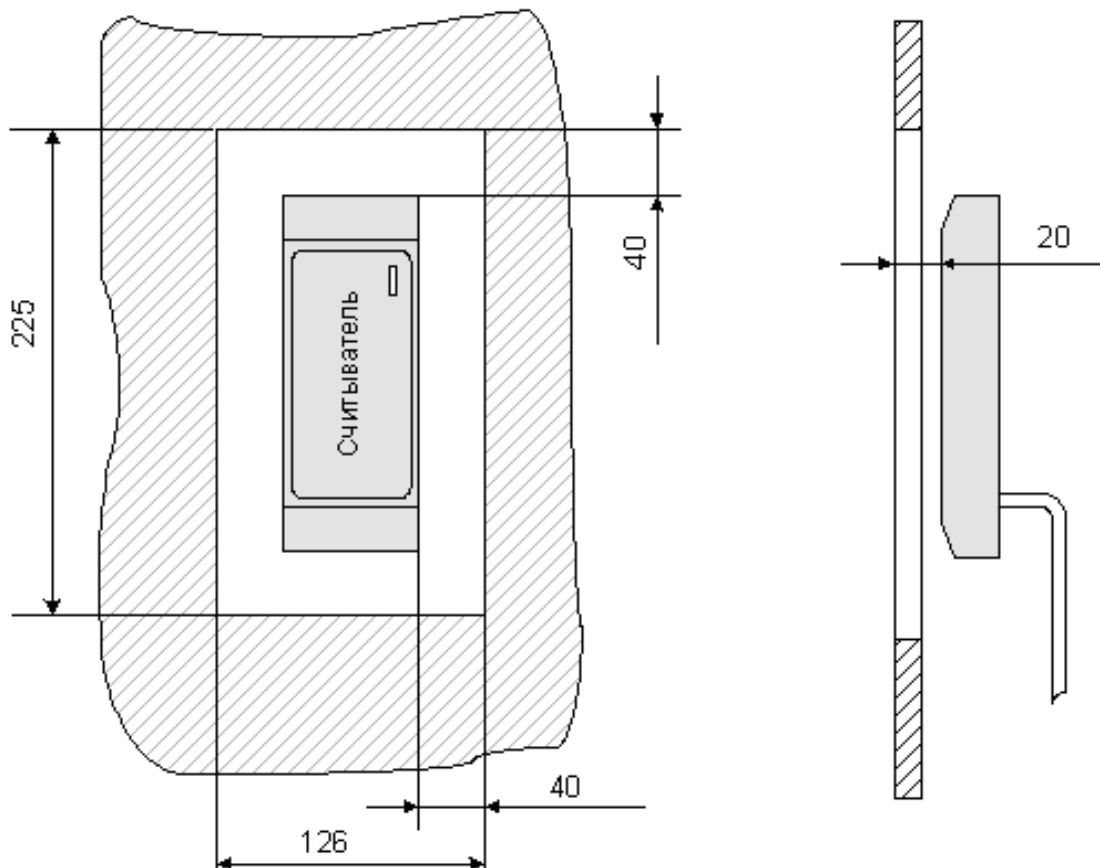

Рисунок 3. Установка считывателя за металлической поверхностью
- При установке считывателя за металлической поверхностью, в ней необходимо вырезать окно, напротив которого, равноудалено от краев окна, и устанавливается считыватель (см. рис. 3), при этом размеры окна должны быть не менее 220×126 мм. Само окно может быть закрыто неметаллической вставкой (например, из пластмассы), а считыватель может быть утоплен вглубь окна на расстояние не более 20 мм от внешней стороны металлической поверхности – дальность считывания кода при таком способе монтажа считывателя уменьшается на 30 – 50%;